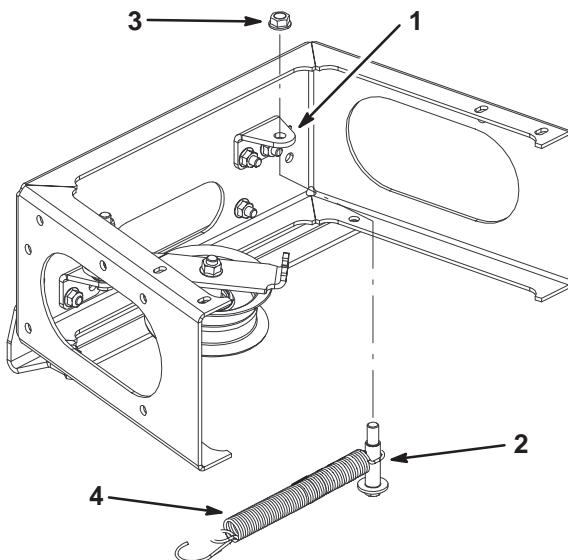

Figure 10
- Montez le boulon à épaulement (3/8 x 2-1/2 pouce), le ressort et l'écrou à collarette (3/8 pouce) sur le support du ressort (Fig. 10).